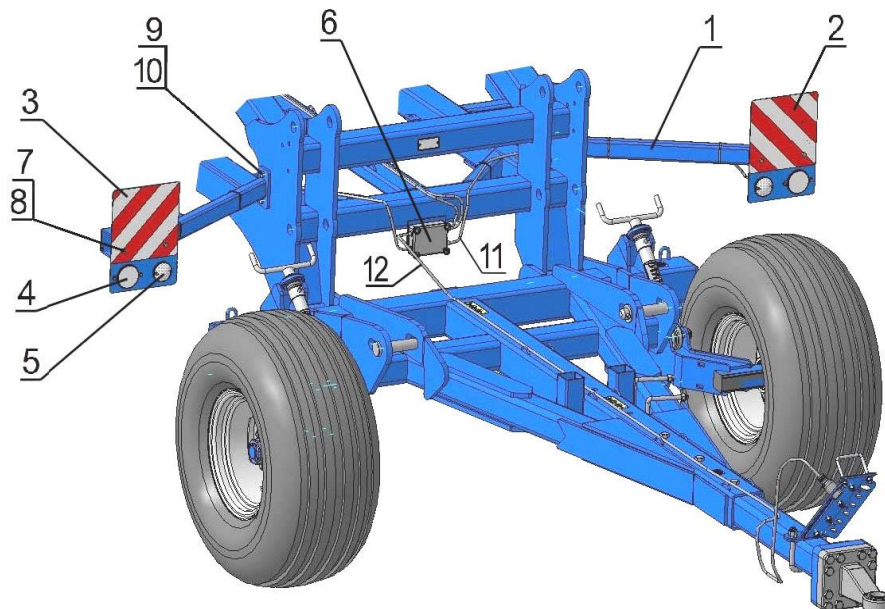

Рисунок 13 - Щитки сигнальные передние
3.15 Впереди культиватора на кронштейнах поз. 4 (рисунок 13, таблица 16), с помощью болтов поз. 1 крепятся передние сигнальные щитки поз. 5, на которых установлены габаритные фонари поз. 7 и световозвращатели белого цвета поз. 6.